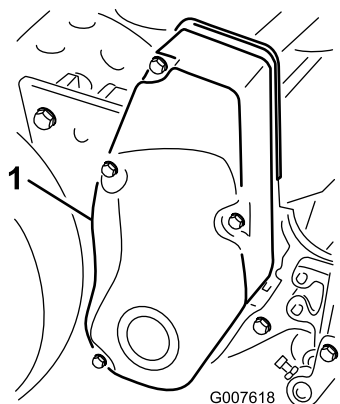

Figura 35
1. Retire las fijaciones de la cubierta de la correa y la cubierta para tener acceso a la correa (Figura 35).